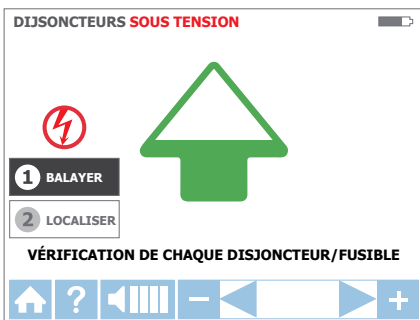

Figure 3.3c : Mode BALAYAGE - Balaye les disjoncteurs/fusibles
1. L'appareil démarre automatiquement en mode 1 **BALAYAGE** (Figure 3.3c).